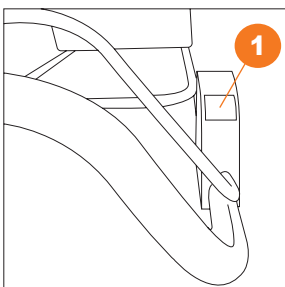

Рис. 14
2. При правильном подключении к сети 230 В на блоке управления загорится зеленый индикатор **1** (Рис. 14).